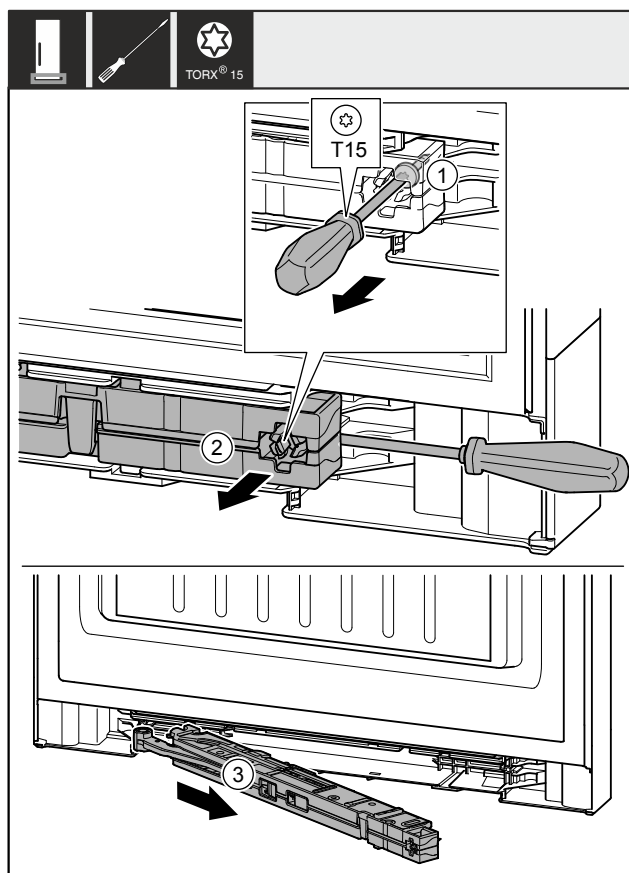

Fig. 12
- Desfaceți șurubul Fig. 12 (1) aprox. 14 mm de la unitatea amortizorului de închidere cu șurubelnița.
- Desprindeți cu o pârgă unitatea amortizorului de închidere Fig. 12 (2) de pe partea mânerului cu șurubelnița spre înainte.
- Extrageți unitatea amortizorului de închidere Fig. 12 (3).